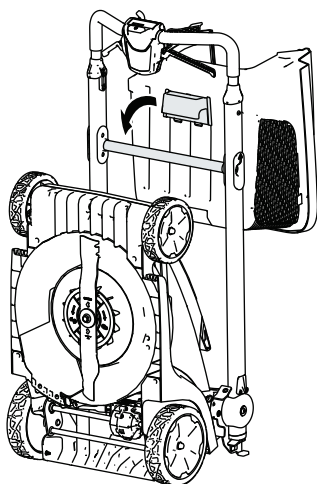

**Figura 22**
5. Incline a máquina para trás e empurre-a pela pega para um espaço de arrumação (Figura 22).